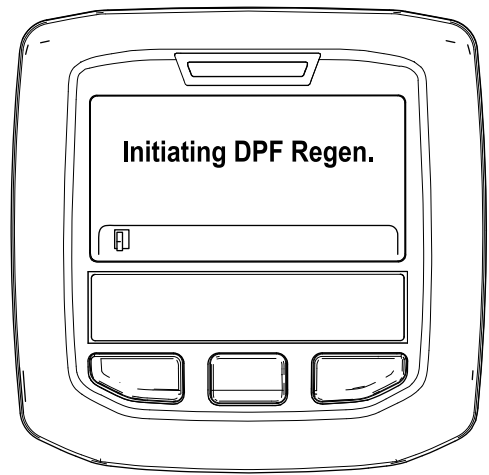

Figura 47
- A. "Initiating DPF Regen." (A iniciar Regen. DPF) é apresentada (Figura 47).